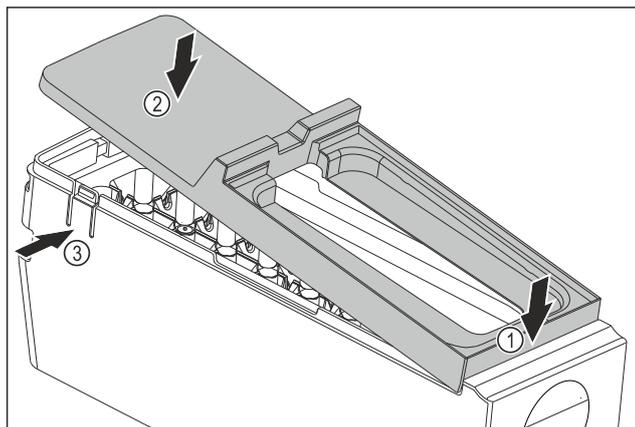

Fig. 139
- ▶ Para montar la cubierta del cuerpo del EasyTwist-Ice: Coloque la tapa delantera. Fig. 139 (1)
- ▶ Baje la tapa trasera. Fig. 139 (2)
- ▷ La tapa encaja de forma audible en ambas pestañas Fig. 139 (3).